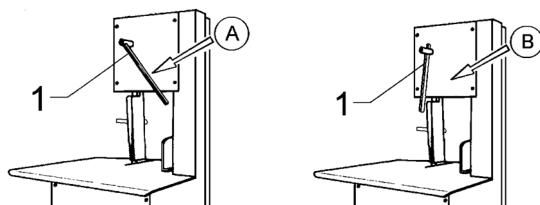

Fig. 7.6.1
7.6.1 - Regulación de la tensión de la hoja (Fig. 7.6.1)
La tensión de la hoja se produce mecánicamente dentro de la sierra para huesos usando la palanca "1". Colocando la palanca en la posición "A" (Fig. 7.6.1) la hoja está tensionada. Para desbloquear la hoja, empujar la palanca hacia abajo, colocándola en la posición "B".
- Tensar la hoja girando la palanca hasta llevarla a la posición "A" (Fig. 7.6.1).